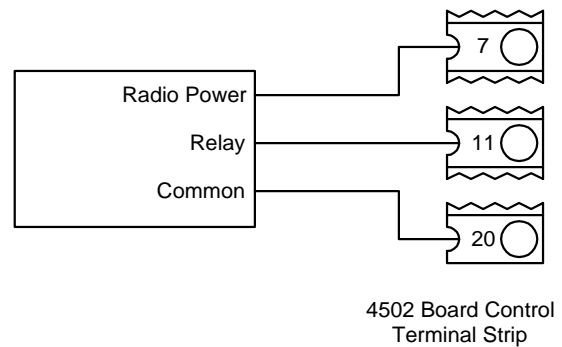

Figura 28
- Conecte el receptor de radio con el operador principal según lo demostrado en la Figura 28. Si están utilizando a los operadores con la reserva de la batería, refiera al manual suplemental (p/n 2340-065) para las opciones del cableado del receptor de radio.